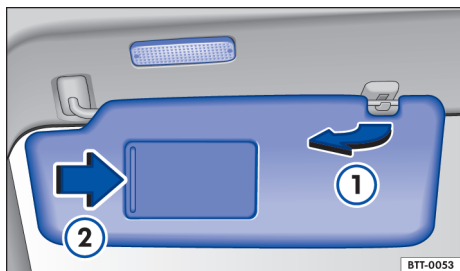

Fig. 71 Para-sol.
- Retirar do suporte e girar na direção das portas → Fig. 71 ①.
No para-sol rebatido para baixo há um espelho de cortesia atrás de uma cobertura. Ao abrir a cobertura → Fig. 71 ② uma lanterna se acende.